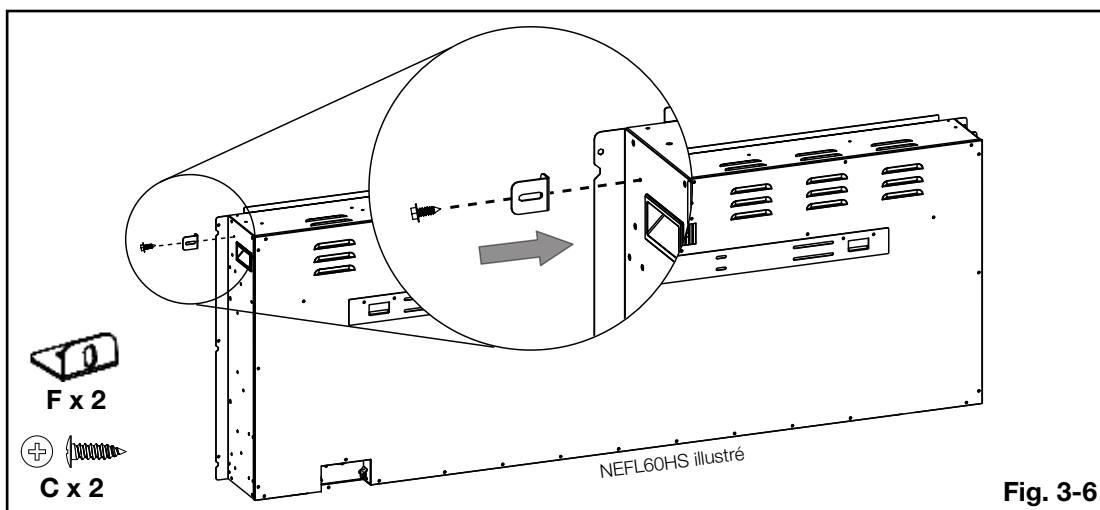

Fig. 3-6
- A. Installez les 2 supports métalliques (1 par côté) (fournis) sur les côtés inférieur de l'appareil (**Fig. 3-6**).